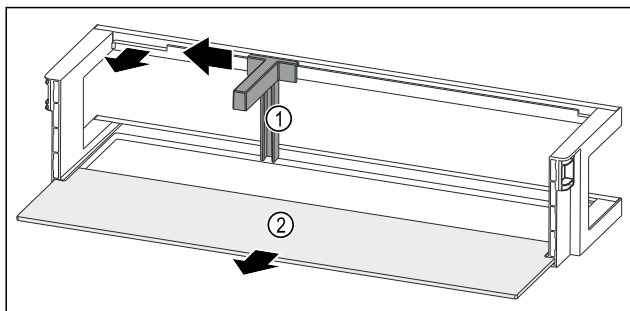

Fig. 51 Dveřní přihrádka s držákem lahví a odkládací plochou
- ▶ Držák lahví Fig. 51 (1) posuňte na stranu až k vybrání.
- ▶ Držák lahví Fig. 51 (1) odeberte.
- ▶ Odkládací plochu Fig. 51 (2) odeberte.